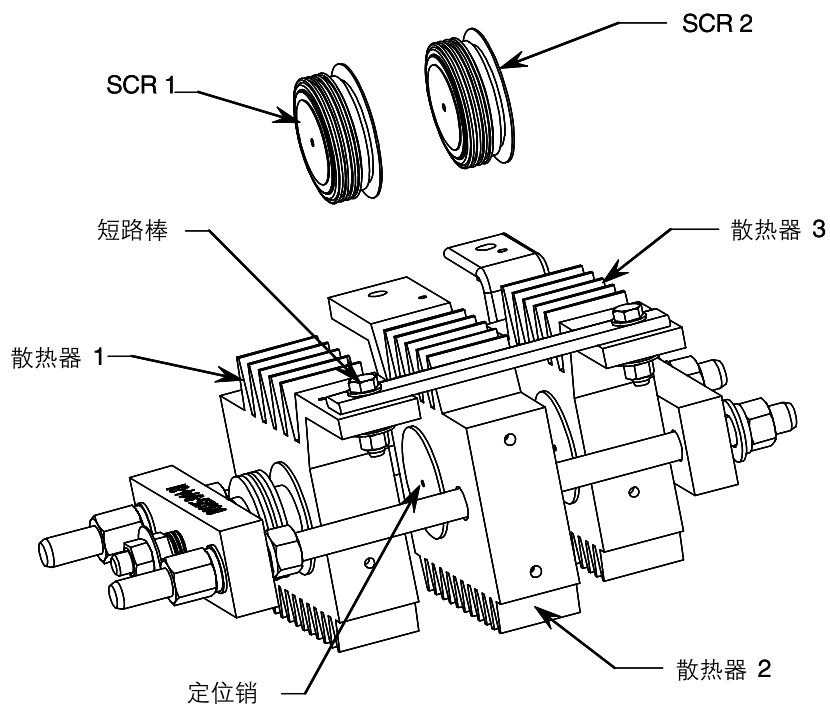

图9.7- 移除SCR(1000到2400V, 180/360A)
8. 把模块放置到平台上(参阅图9.7、9.10和9.14)。当倾斜模块时，确保不要损坏任何导线。
5. 将新的SCR放置在合适的位置，从顶部开始，当沿着组的方向，推紧散热器。确认SCR位置正确，方向也正确。参阅图9.7、9.10和9.16。